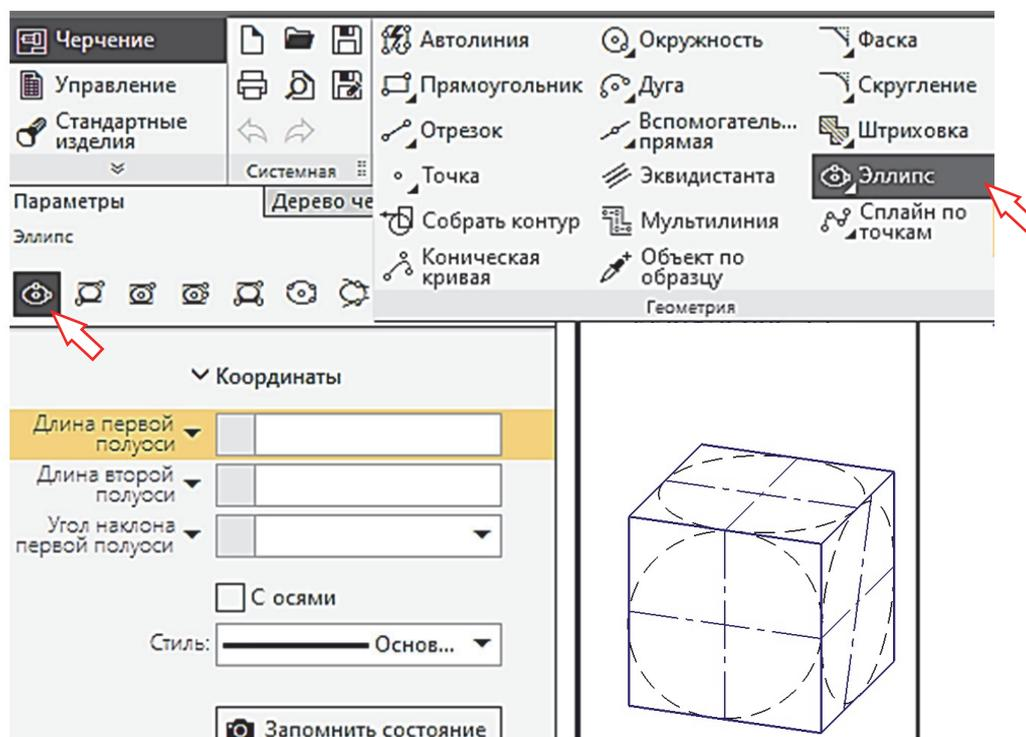

Рис. 1.13-2
В данном упражнении нужно применить команду **Эллипс**, нажав кнопку  на ленте инструментов и самостоятельно выбрав любые способы из перечисленных выше (рис. 1.13-2).
1. На ленте инструментов выбрать команду **Черчение** → **Геометрия** → **Эллипс** (рис. 1.13-2).